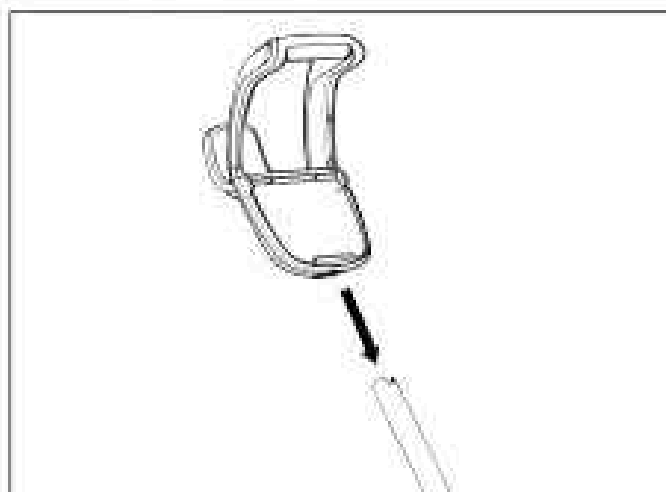

Figura 6. Sujete la manija del carrito
7. Deslice la base de la caja de control/ accesorios de la manija del carrito sobre el tubo de metal hasta que calce en su lugar (Figura 6).